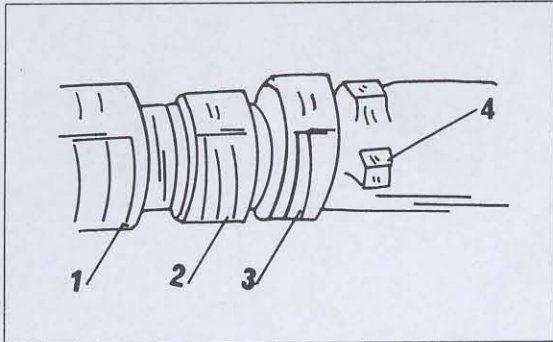

Bild 56
- Angenommen, dass das Zahnriemenrad und der Steuerriemen bereits montiert sind, die Teile vom Anschlagblech anheben und auf die Nockenwelle aufsetzen. Falls der Passstift im Distanzstück nicht mit dem Loch in der Zahnriemenscheibe in Eingriff kommt, kann man mit einem Schraubenzieher leicht gegen die beiden Ansätze der Nockenwelle schlagen (Bild 56), um die Welle etwas zu verdrehen (dies wird der Fall sein, wenn man die 41°-Wellenstellung nicht genau erhalten hat).